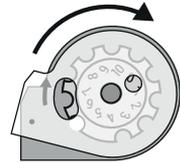

Fig.7a
- Gire a tampa transparente no sentido horário da flecha até ela parar. (Fig. 7a, Fig. 7b)